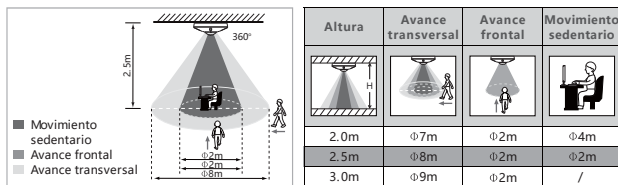

FIG.2
- El KDP3 puede ser instalado a una altura de entre 2 y 3m, se recomienda hacerlo a 2,5m para obtener el máximo patrón de detección, el rango de detección puede alcanzar los 8m y un ángulo de 360° (Ver FIG.2).